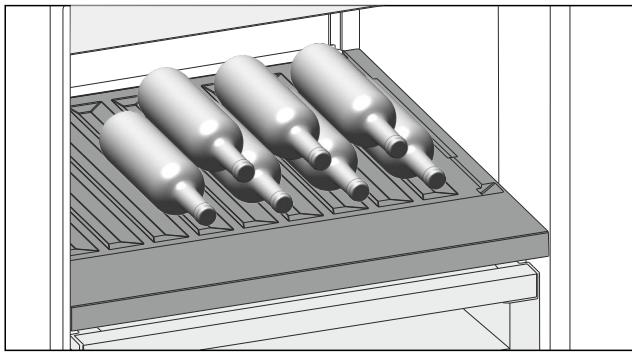

Fig. 142
- ▶ Steklenice vstavite z dnem proti zadnji steni aparata. (glejte Fig. 142)